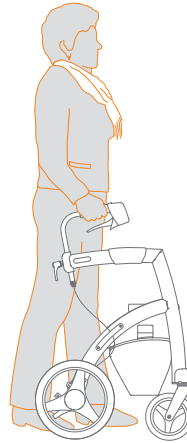

Abbildung 18: Schön aufrecht gehen, immer nah an Ihrem Rollator.
- b. Beim Gehen positionieren Sie sich zwischen den Handgriffen und lassen sich bei Bedarf vom Roll Motion unterstützen. Gehen Sie so nah wie möglich am Rollator, dies bietet Ihnen die meiste Unterstützung. **(Abbildung 18)**.